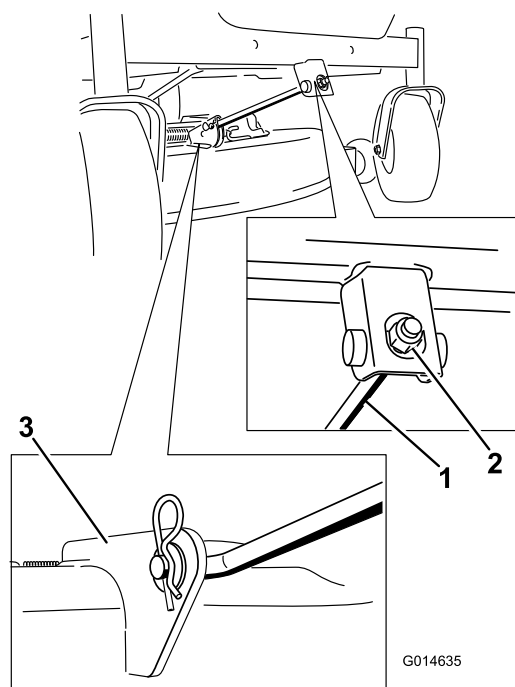

Figure 58
4. Retirez la goupille fendue de la tige de support avant et déposez la tige du support de tablier (Figure 58).